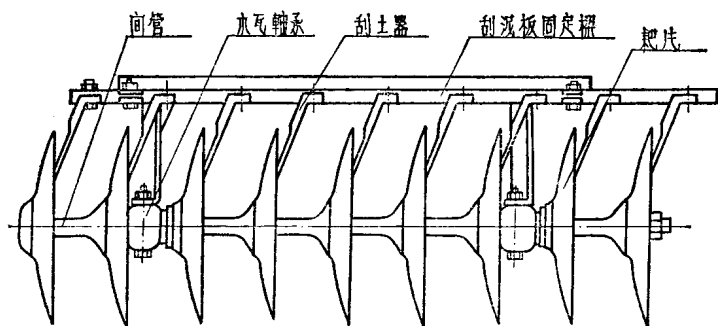

图2-2 前列耙组组装示意图(耙片凹面向右)
1. 耙组: 耙组共有两列, 前列耙组(图2-2)和后列耙组(耙片组装与图2-2所示耙片组装方向相反), 分别装有九个耙片。前列耙组耙片凹面向右, 后列耙组耙片凹面向左。前后两列耙组的入土角度方向是对称的, 能保持整机工作的平稳性。